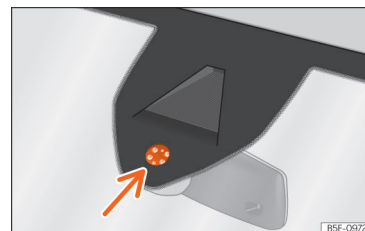

Abb. 100 Sensitive Fläche des Regensensors.
Mögliche Ursachen für Störungen und Fehlinterpretationen im Bereich der sensitiven Fläche » Abb. 100 des Regensensors sind u. a.:
- Sensitive Fläche des Regensensors » Abb. 100 regelmäßig reinigen und Scheibenwischerblätter auf Beschädigungen prüfen (Pfeil).